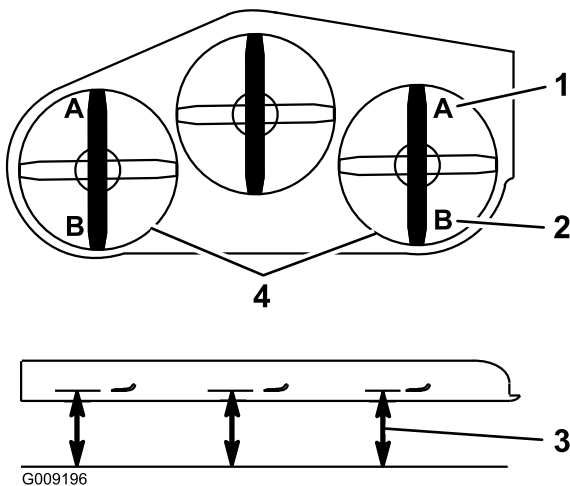

**Figura 86**
16. Gire el tornillo de ajuste hasta obtener una altura de 8,3 cm (3-1/4 pulgadas) (Figura 86).